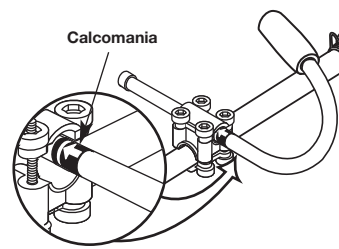

Fig. 2
- Deslice la manija en J hacia dentro o hacia fuera hasta que la flecha o línea blanca de la calcomanía toque el ensamble de abrazaderas (Fig. 2).
- Mientras sostiene la unidad en posición de operación (Fig. 2), coloque la manija en J en la posición que le brinde el mejor agarre.